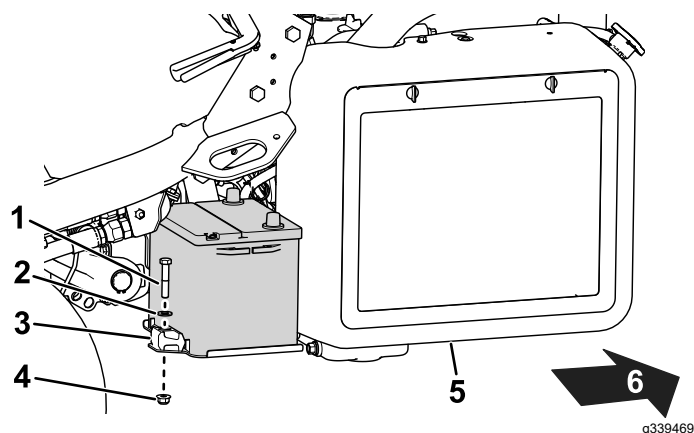

Figura 43
2. Togliete i dispositivi di fissaggio che assicurano la batteria al vassoio (Figura 43) ed estraete la batteria sollevandola.
- Posizionate la batteria sul suo vassoio e fissatela con le aste e gli elementi di fissaggio precedentemente rimossi (Figura 43).